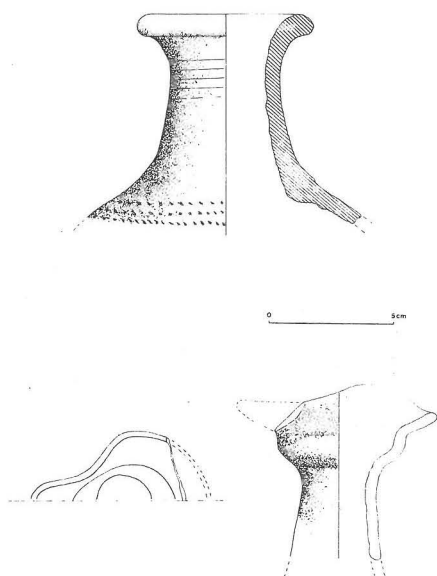

Figure 5 - Luxeuil. Céramique commune à pâte claire ; a : bouteille décorée à la roulette ; b : cruche à bec pincé (dessins J. Gelot).
- céramiques communes (Fig. 5) à pâte claire (cruches, plats, écuelles, mortiers).